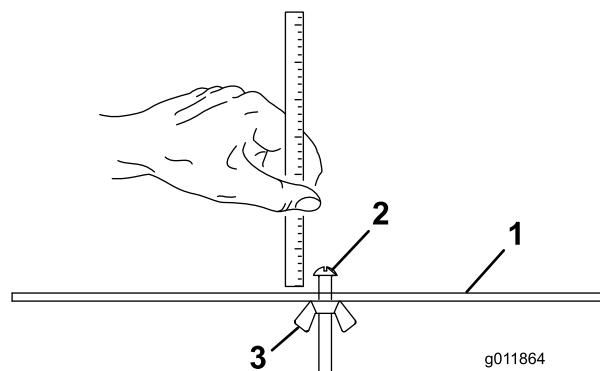

図 17
2. ゲージバー 図 17 のナットをゆるめ、調整ネジを希望の刈り高に合わせる。ネジ頭の下からバーの表面までの距離が刈り高となる。